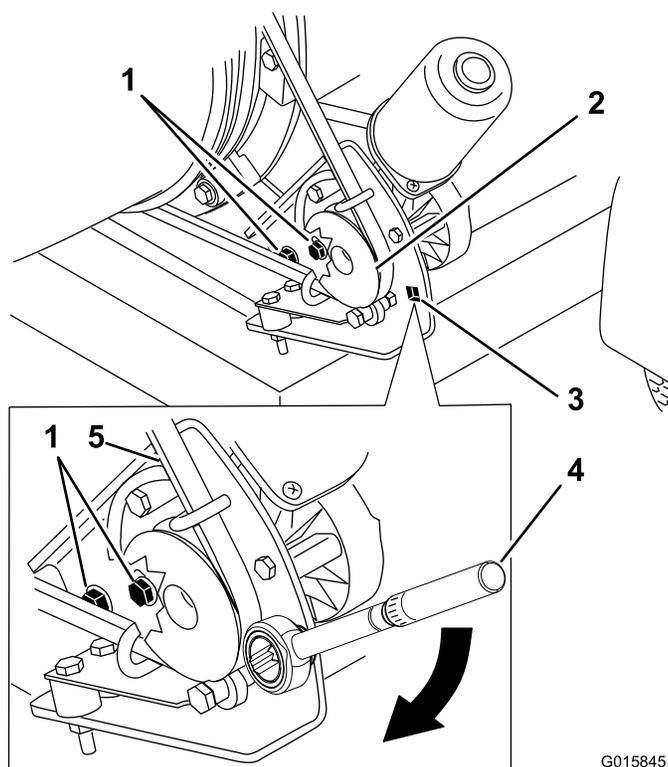

Figura 30
1. Allentate i bulloni che fissano la staffa di supporto della puleggia al telaio del soffiatore (Figura 30).
2. Posizionate una chiave torsiometrica nella staffa di supporto della puleggia (Figura 30).
3. Girate la staffa di supporto della puleggia allontanandola dall'ugello finché la chiave torsiometrica non registra un valore tra 22,6 e 26,0 Nm (Figura 30).